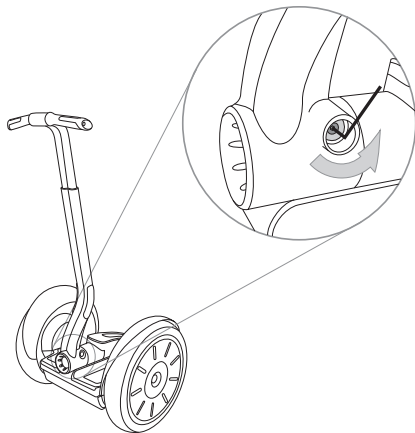

Abbildung 1. Die LeanSteer-Rahmenschraube entfernen
2. Drehen Sie die Befestigungsschraube des LeanSteer-Rahmens mit dem 5-mm-Inbusschlüssel heraus. Siehe Abbildung 1.